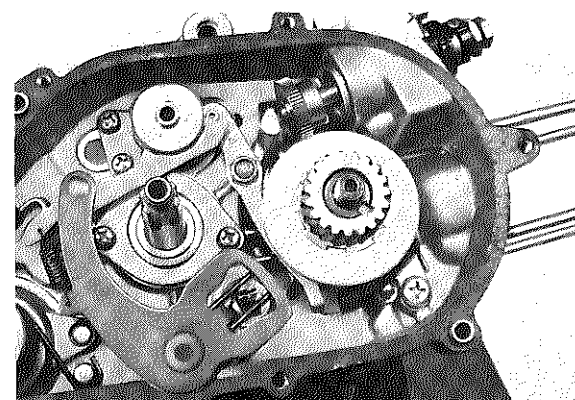

Fig. 3-4-18
2. Install the primary drive gear with the backlash No. on the outside. Screw in the nut lightly by hand. (Fig. 3-4-18)
2. Installer le pignon d'attaque primaire avec le numéro de denture tourné vers l'extérieur. Visser l'écrou, et le serrer légèrement à la main (Fig. 3-4-18)
2. Primärantriebsrad so einbauen, daß die Flankenspiel-Kennziffer nach außen gerichtet ist. Die Mutter leicht mit der Hand festziehen. (Fig. 3-4-18)